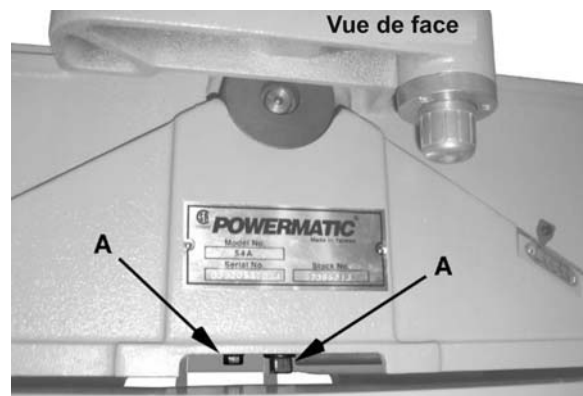

Figure 47
6. À l'aide d'une clé hexagonale de 8 mm, desserrez deux vis à tête hexagonale sous le moulage de base du guide (E) qui maintient le moulage à la table (F). Retirez le moulage de base du guide et posez-le de côté.
7. Déposez les quatre vis et rondelles (A) qui maintiennent la protection de la courroie (B). Déposez la protection de la courroie.
8. À l'aide d'une clé de 14 mm, déposez les deux vis (A, Fig. 47) et les rondelles de blocage qui maintiennent les boîtiers du roulement de la tête de la découpeuse à la base.
9. À l'aide d'une clé hexagonale de 3 mm, desserrez les deux vis de réglage qui maintiennent la poulie de la tête de la découpeuse (D) à l'arbre de la découpeuse. N'essayez pas de retirer la poulie avec la courroie à ce moment.